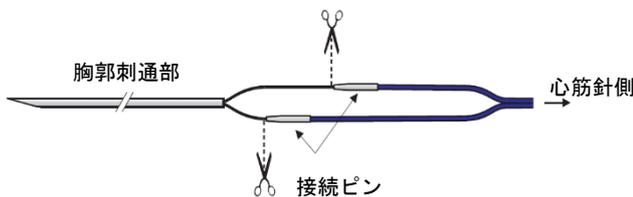

図 2 ワイヤーを接続ピンの端で切断
- ・ 接続ピンをもつタイプは、接続ピンと胸郭刺通部との間のワイヤー導線における接続ピン端をカットする (図 2)。2 本の接続ピンを体外式ペースメーカーに直接又は専用中継ケーブルを使用して接続する。